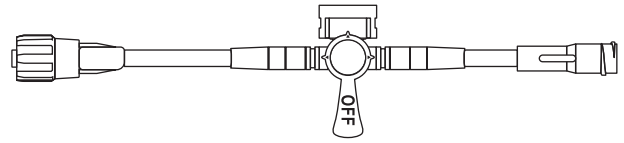

図19 プライム/クリアポジション
- (1) 無菌操作で製品を一次包装から取り出します。
- (2) 各接続部がしっかり締まっている事を確認します。活栓付きプラネクタの場合はハンドルがプライム/クリアポジションにあることを確認します（図19）。
- (1) 活栓付きプラネクタの場合はハンドルをプライム/クリアポジションにします（図19）。
- (2) VAMP Plus閉鎖式血液サンプリングシステムの場合、前述の「II. VAMP Plus閉鎖式血液サンプリングシステム」の「採血準備における予備吸引」を参照してください。
- (3) VAMP Flex閉鎖式血液サンプリングシステムの場合、前述の「IV. VAMP Flex閉鎖式血液サンプリングシステム」の「採血準備における予備吸引」を参照してください。
- (4) VAMP Jr. 閉鎖式血液サンプリングシステムの場合は、
- (1) 活栓付きプラネクタの場合は、ハンドルをプライム／クリアポジションにします（図19）。
- (2) VAMP Plus閉鎖式血液サンプリングシステムの場合、前述の「Ⅱ. VAMP Plus閉鎖式血液サンプリングシステム」の「リザーバーから溶液を戻す際の手順」を参照してください。
- (3) VAMP Flex閉鎖式血液サンプリングシステムの場合、前述の「Ⅳ. VAMP Flex閉鎖式血液サンプリングシステム」の「リザーバーから溶液を戻す際の手順」を参照してください。
- (4) VAMP Jr. 閉鎖式血液サンプリングシステムの場合、前述の「Ⅴ. VAMP Jr. 閉鎖式血液サンプリングシステム」の「リザーバーから溶液を戻す際の手順」を参照してください。